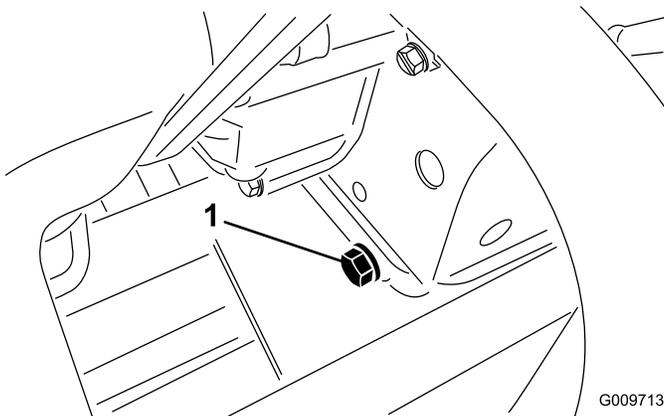

Bild 56
1. Entfernen Sie die hintere Ablassschraube (Bild 56) und lassen das Öl in ein Auffanggefäß ab. Schrauben Sie die Ablassschraube wieder ein, nachdem das Öl abgelassen ist.